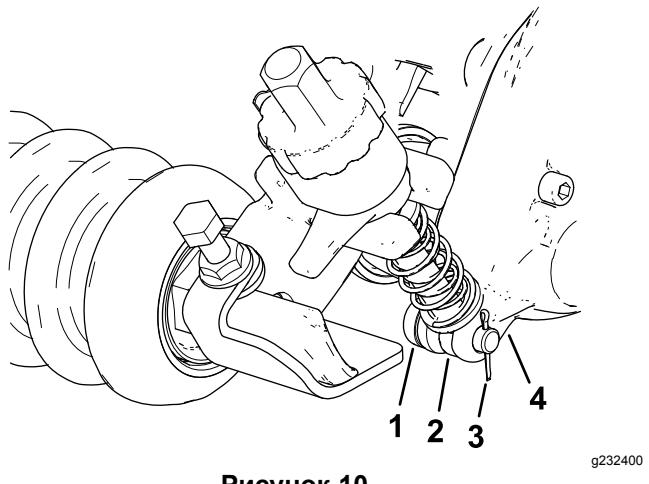

Рисунок 10
2. На стороне блока привода механической щетки переместите шток рычага регулятора на кронштейне высоты скашивания (НОС) в зазор на блоке привода механической щетки и закрепите его при помощи штифта регулятора и шплинта, как показано на Рисунок 10.